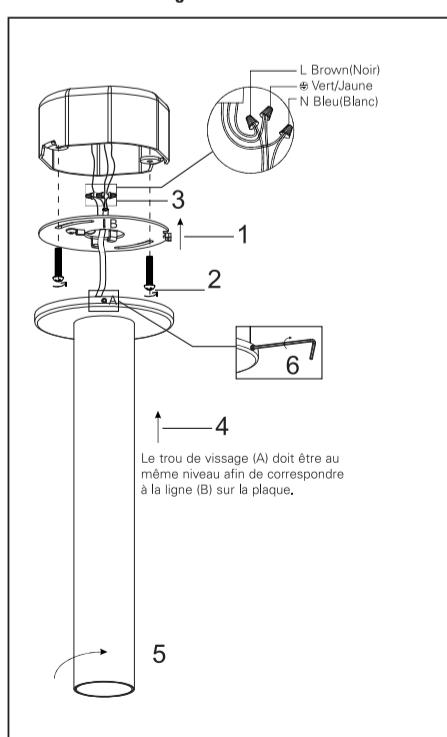

Figure 1.
3. Suivez les étapes ci-dessous pour l'installation ou le remplacement de l'ampoule. (Figure 1)